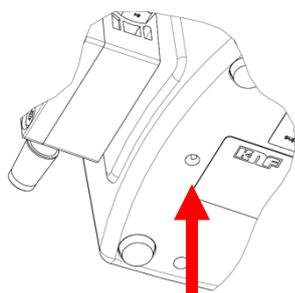

Fig. 1 : Ouverture de sortie
- Ne jamais obturer l'ouverture de sortie (voir Fig. 1)
En cas de rupture de la membrane de débit, le fluide véhiculé est guidé hors de la pompe via l'ouverture de sortie (voir Fig. 1).